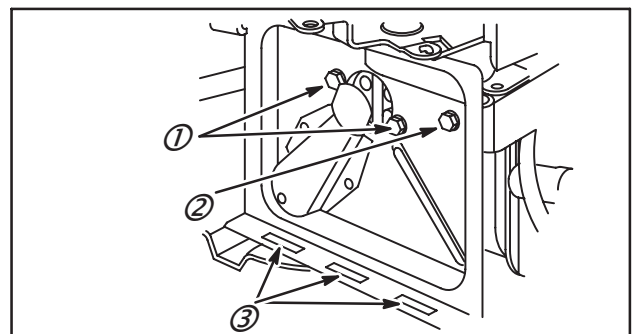

Fig. 118
1. Mettre en place la base du filtre à air avec deux vis enduites de frein filet (1) sur le carburateur. Ne pas serrer définitivement.
2. Mettre en place la troisième vis (2) sans serrer.
4. Serrer la troisième au couple de 5 Nm, Fig. 118.